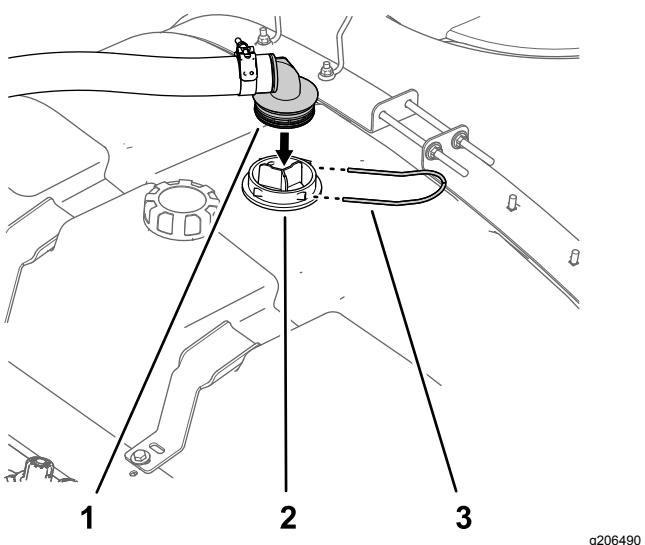

Рисунок 15
- Совместите прямоугольный штуцер типа «елочка» шланга подачи с корпусом сетчатого фильтра линии всасывания (Рисунок 15).
- Прикрепите прямоугольный штуцер типа «елочка» к корпусу (Рисунок 15) с помощью крепежной вилки, снятой при выполнении пункта 4 в разделе Подготовка бака опрыскивателя \(страница 8\).